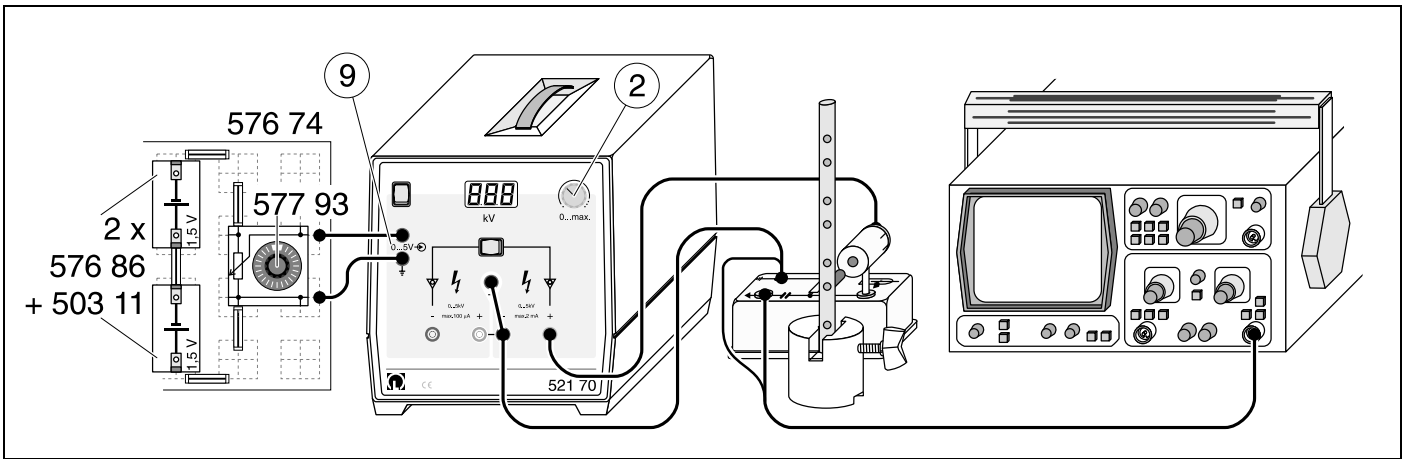

Fig. 4
- die eine Feineinstellung der Hochspannung erfordern (s. Fig. 4)
- which require fine adjustment of the high voltage (see Fig. 4)